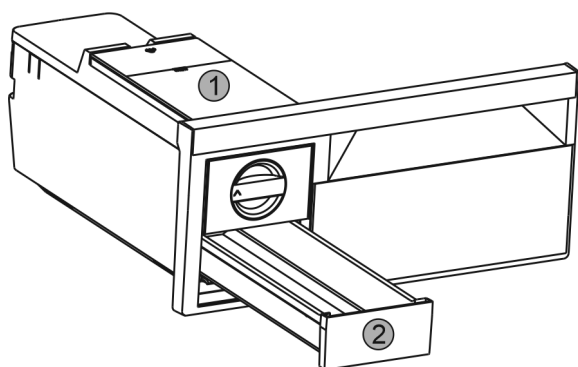

Fig. 37
- Rimuovere il serbatoio dell'acqua Fig. 37 (1) e il cassetto dei cubetti di ghiaccio Fig. 37 (2).